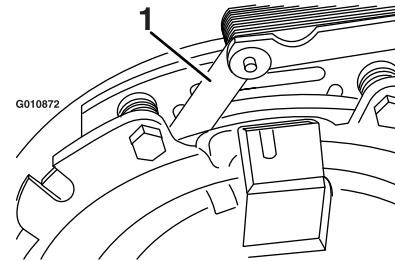
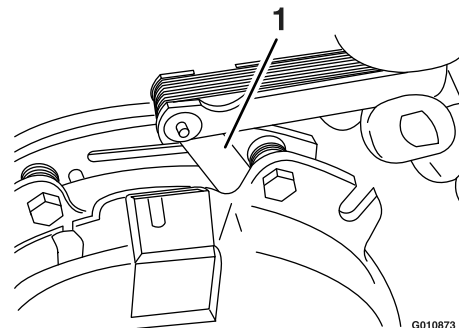

Figura 76
Figura 77
- E. Usando una galga de 0,25 mm, compruebe la presencia de un espacio entre el rotor y la cara de la armadura en ambos lados del polo del freno, según se indica en la Figura 76 y la Figura 77.